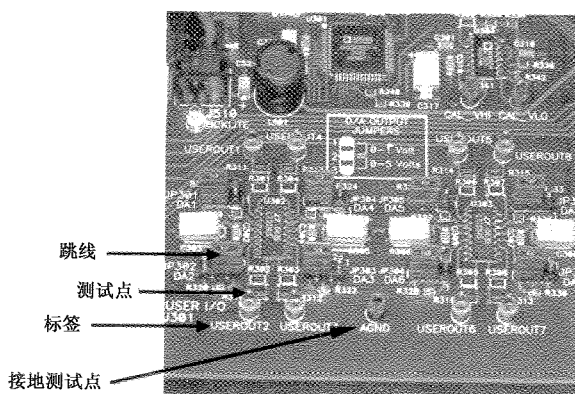
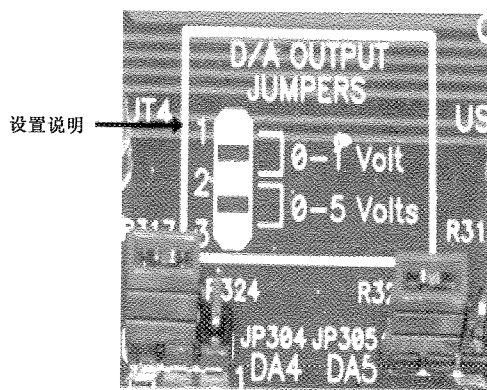

图 2-81 接口板正面,跳线和测试点高亮
图 2-82 设置说明的特写
(3)找到位于接口板正面模拟输出跳线和测试点,确保要校准的频道跳线设置到正确的电压范围内(图 2-81 和图 2-82)。
注意:0~1VDC 是将跳线设置在右边和中间的接线柱上(图 2-82),0~5VDC 是中间和左边接线柱上。